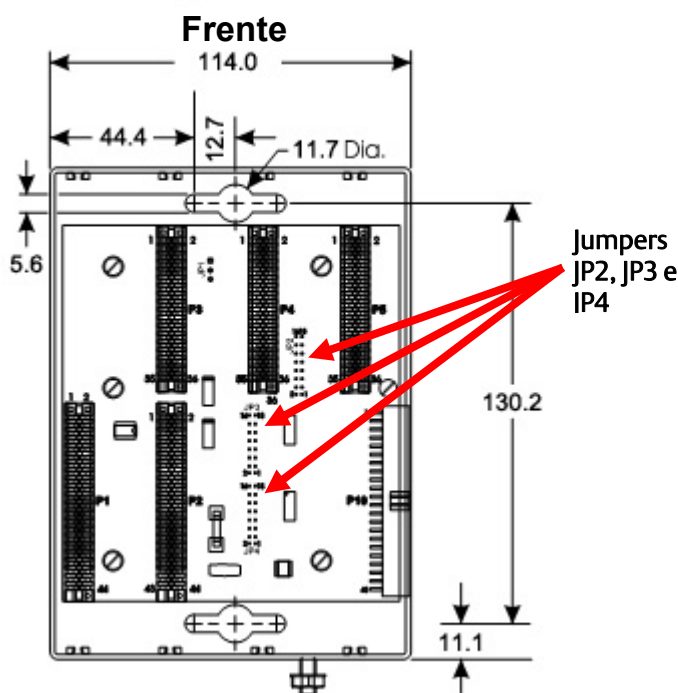

Figura 2. Dimensões do invólucro de base com 4 slots do ControlWave Micro (em milímetros)
- **Invólucro de base.** Posicione-o, como desejado, dentro da placa de montagem do invólucro e localize os furos de montagem da placa, usando o ControlWave Micro como modelo. Consulte a Figura 2 para saber as dimensões. Perfure e cubra os orifícios dentro da placa de montagem. Coloque o ControlWave Micro sobre os orifícios cobertos e prenda-o à placa com quatro parafusos (não fornecidos). Aperte os parafusos com torque de aproximadamente 1,1 a 1,4 N-m.
Nota: Se você estiver prendendo um invólucro de expansão a um invólucro de base com 4 ou 8 slots, retire as três terminações de barramento (JP2, JP3 e JP4, mostradas dentro da Figura 2) do backplane do invólucro de base com 4 ou 8 slots.
Os invólucros de base têm um terminal de aterramento (consulte a Figura 2) que acomoda um fio de até 5,19 mm (4 AWG). Após instalar o invólucro de base e todos os invólucros de expansão e **antes** de instalar todos os módulos nos invólucros de base ou de expansão, você **deverá** passar um fio-terra entre o terminal de aterramento do invólucro de base e um bom ponto de ligação ao aterramento. Todos os pontos de ligação ao aterramento devem ter uma haste de aterramento ou uma impedância de rede de até 2,0 ohms, conforme medição feita por um